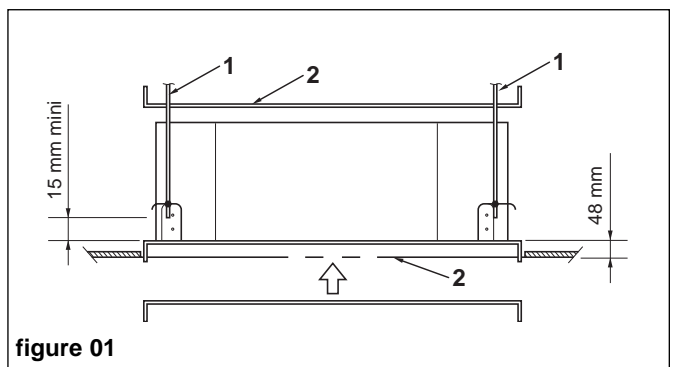

figure 01
- Utiliser le gabarit de perçage fourni (2) pour déterminer la position des tiges de suspension (1) et le trou à faire dans le faux-plafond (figure 01). Pour les tiges de suspension, utiliser de la tige filetée de diamètre 8 ou 10 mm.
- La longueur des tiges de suspension doit permettre d'avoir une distance supérieure à 15 mm entre le bas de la tige de suspension et le bas de l'appareil (figure 01).
- Régler la distance entre l'unité et le dessus du faux-plafond (48 mm) en utilisant les écrous des tiges de suspension (figures 01 et 03).